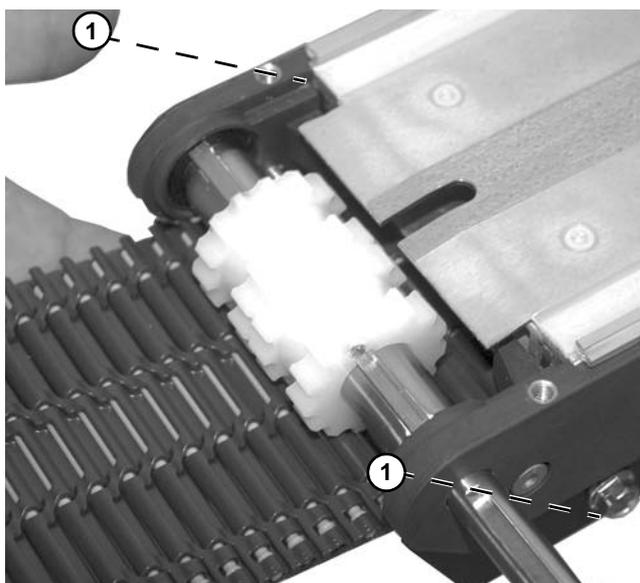

Figure 30
7. Retirer la bande en tirant la bande sur les bandes d'usure inférieures (Figure 30, élément 1).